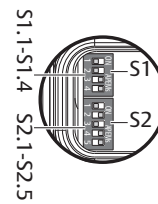

Fig. 5: Interruptor DIP S2
2. Coloque el interruptor DIP S2.5 en la posición deseada. Véase → Fig. 5.